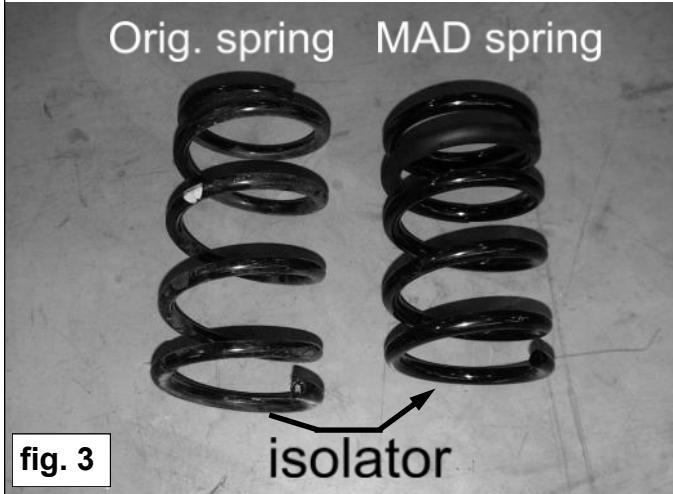

fig. 3
5. Demonteer de kunststof isolator van de hoofdveer en zet deze over op de M.A.D. veer. Zie fig. 3.
5. Remove the isolator sleeve of the mainspring and put it on the M.A.D. spring. See fig. 3.
5. Die Kunststoffscheibe der Hauptfeder demontieren und auf der M.A.D. Feder montieren. Siehe Bild 3.
5. Démontez le manchon d'isolation en plastique du ressort principal et placez-le sur le ressort M.A.D.. Voir fig. 3.